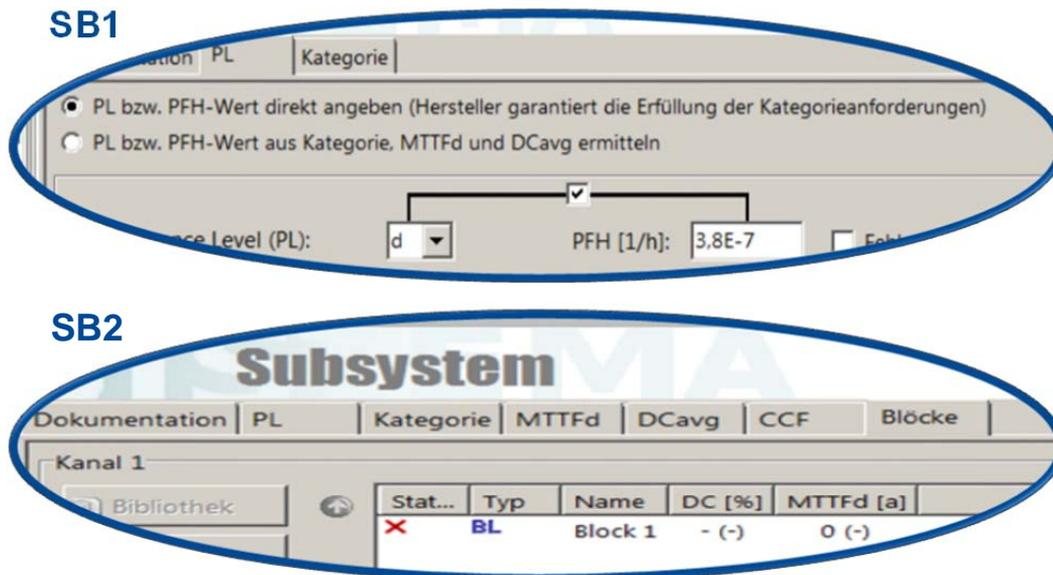

Abbildung 38: Alternativen zur Abbildung von Bau-/Steuerungsteilen (Beispiel Subsysteme)
1. Die resultierenden Kennwerte (z. B. PL, SIL, PFH_D, MTTF_D) der Bau-/Steuerungsteile sind nicht in SISTEMA berechnet worden, sondern auf anderen Wegen. Dann können diese Kennwerte direkt in die geeigneten SISTEMA-Objekte eingetragen werden (Abbildung 38, Beispiel SB1). Diese Alternative ist im Abschnitt 10.1.1 beschrieben.
2. Die resultierenden Kennwerte werden in SISTEMA aus mehreren definierten Unterobjekten berechnet (Abbildung 38, Beispiel SB2). Dabei können solche Kennwerte offen bleiben, die man nur in Kenntnis der Applikation festlegen kann, z. B. n_{op}. Diese Alternative ist im Abschnitt 10.1.2 beschrieben.